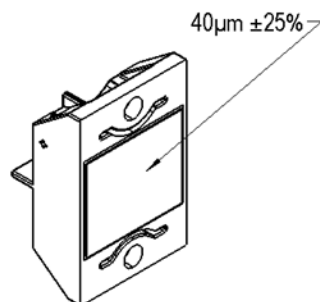

Figura 6.4: Aplicación de pasta térmica en el módulo de diodos.
- Aplicar pasta térmica sobre el disipador del nuevo módulo, $40 \mu m \pm 25\%$ (Figura 6.4).